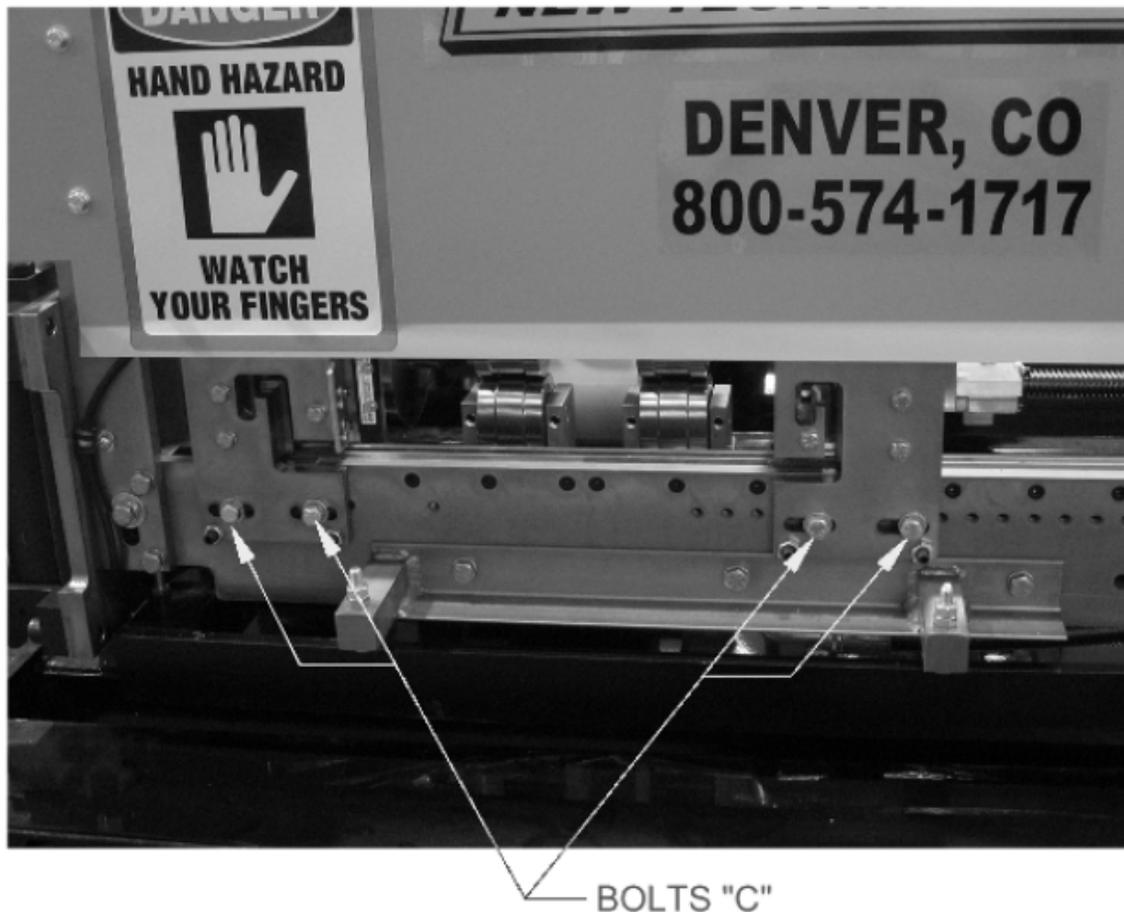

Ilustración 57: Removiendo los tornillos de la cizalla.
22. Retire los dos tornillos “C” en los ensambles de moldes de cizallas de salida macho y hembra localizados en los orificios en el eje inferior del mango (Ilustración 57). Guarde los moldes de cizallas del perfil recién removido y ponga los tornillos a un lado para uso futuro una vez que instale los nuevos moldes de cizallas.